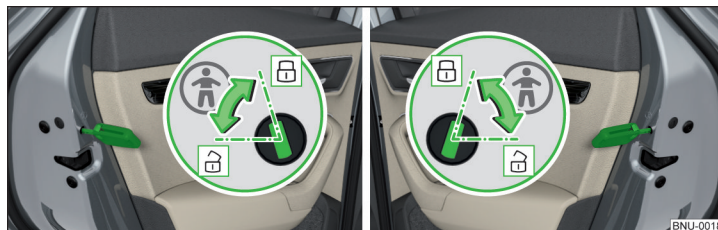

Fig. 52 Portiera spate: Activarea/dezactivarea siguranței pentru copii
- Pentru **activare**, rotiți siguranța cu cheia în poziția  » fig. 52.